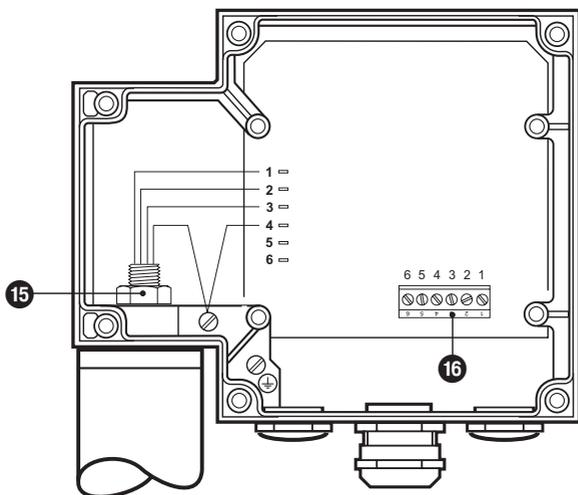

Fig. 15
2. Aflojar la tuerca **15** con la llave de boca de 19 mm. ¡No quitar la tuerca! **Fig. 15**